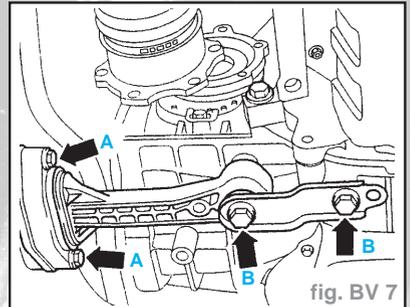

fig. BV 7
- Déposer l'appui pendulaire (flèches A et B) (fig. BV 7).